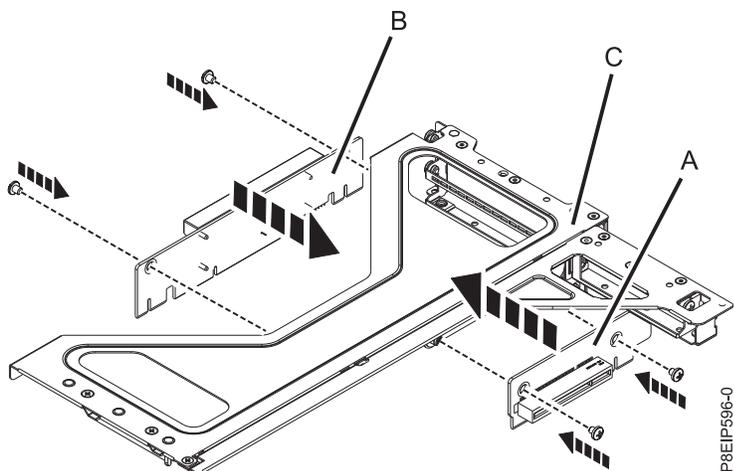

Figura 41. Substituindo as placas riser PCIe no compartimento do adaptador
5. Se for necessário substituir as placas riser para as posições 3 (A) ou 4 ou 5 (B); substitua os parafusos que prendem a placa riser PCIe ao compartimento (C) conforme mostrado na Figura 41 na página 39.